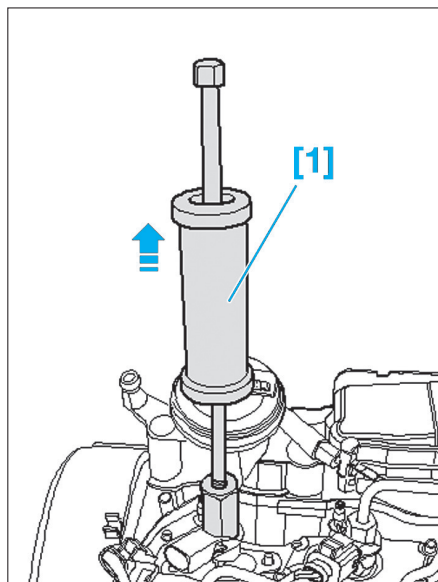

Fig. 38
- Mettre en place l'extracteur [1] et son adaptateur comme indiqué et extraire l'injecteur par le haut en appliquant de légers coups (Fig.38).